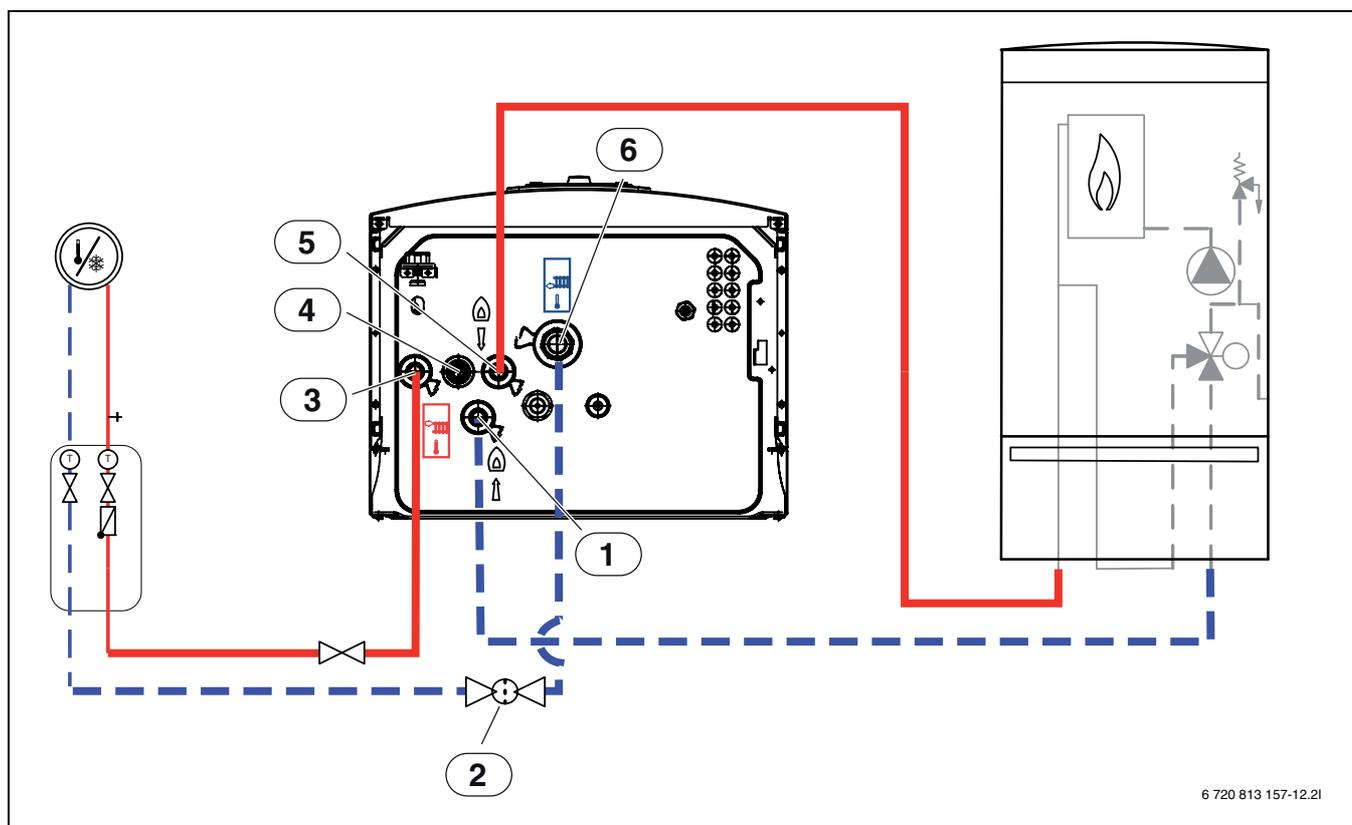

Рис. 21 Подключение внутреннего блока со смесителем для отдельного нагревателя к отопительной системе и дополнительному нагревателю
- ▶ Проложите слив предохранительного клапана от [4], рис. 21, вниз в незамерзаемый сток.
- ▶ Подключите обратную линию к отдельному нагревателю [1], рис. 21.
- ▶ Подключите подающую линию от отдельного нагревателя [5], рис. 21.
- ▶ Подключите подающую линию отопительной системы к [3], рис. 21.
- ▶ Подключите подающую линию отопительной системы к [6], рис. 21.